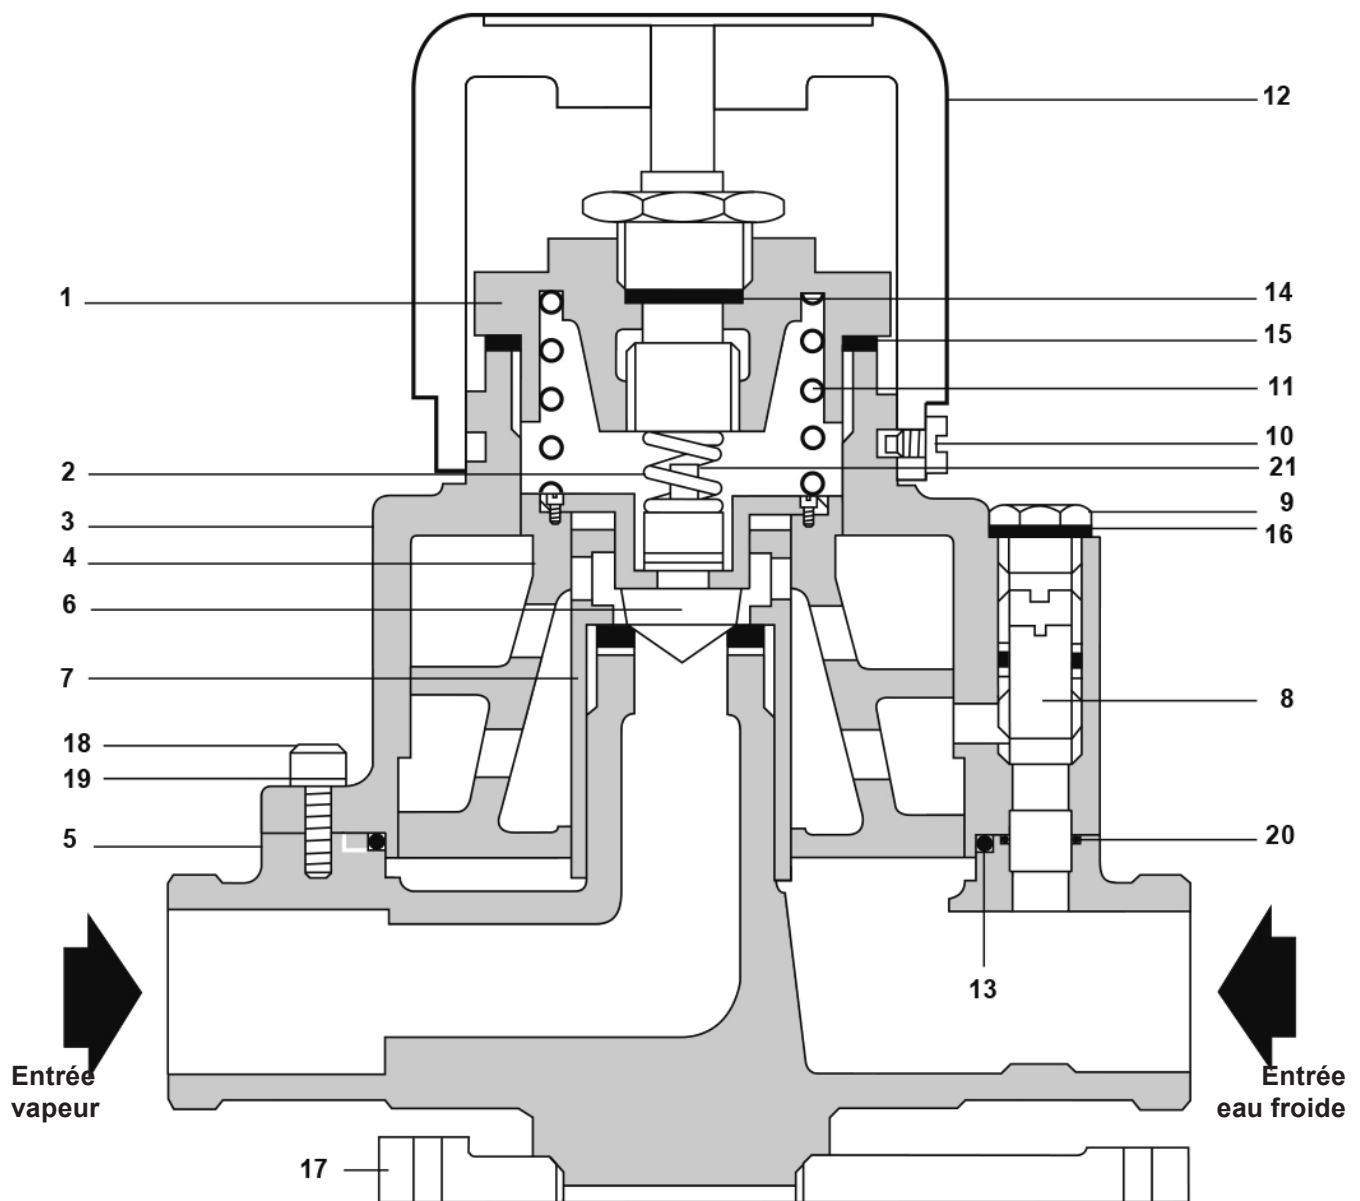

Fig. 14 - Vanne 1"
Une fois la station correctement installée, la température est réglée de la manière suivante, se référer à la Fig. 14 :
Se référer à la fig. 14. Enlever le bouton de réglage de la température (12) en desserrant la vis de maintien (10). Dévisser le chapeau supérieur (1) et enlever le ressort (11). Enlever le corps supérieur (3) en enlevant les vis de réglage 8 x 6 mm (vanne de mélange 1/2" et 3/4") ; vis de 8 x 8 mm (vanne 1" et 1 1/2"). Les corps supérieur et inférieur peuvent être déposés séparément. Toutes les parties peuvent maintenant être nettoyées en utilisant des détartrants appropriés.